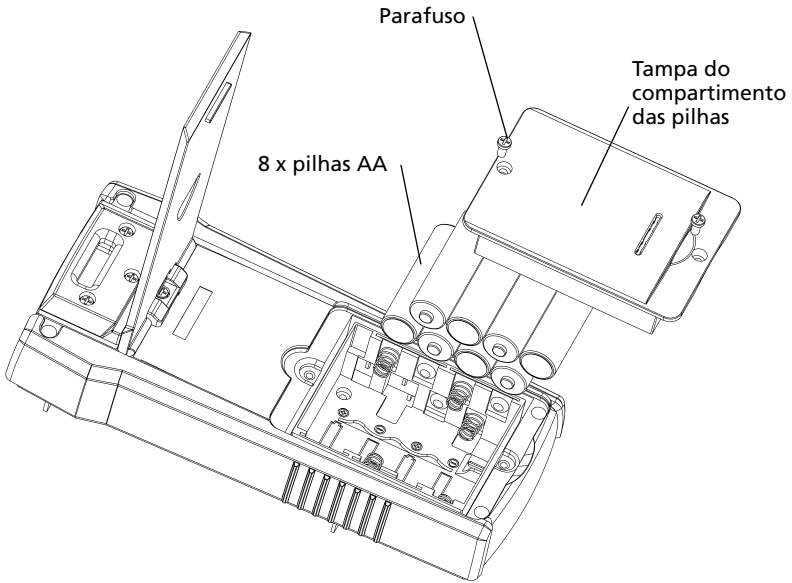

Figura 5.1a: Trocar as pilhas do transmissor
3. Retire a tampa das pilhas (Figura 5.1a).